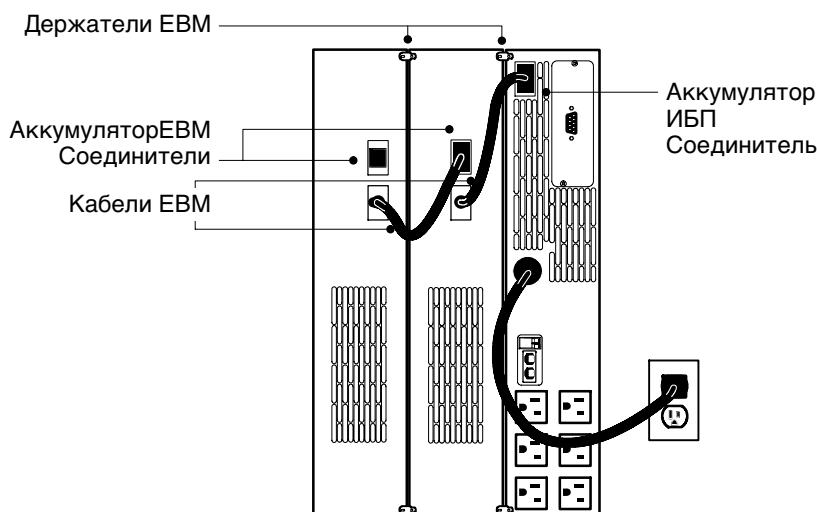

Рисунок 26. ЕВМ Соединители (для модели 120В)
6. Подсоедините новый ЕВМ к ИБП (см. Рисунок 26).